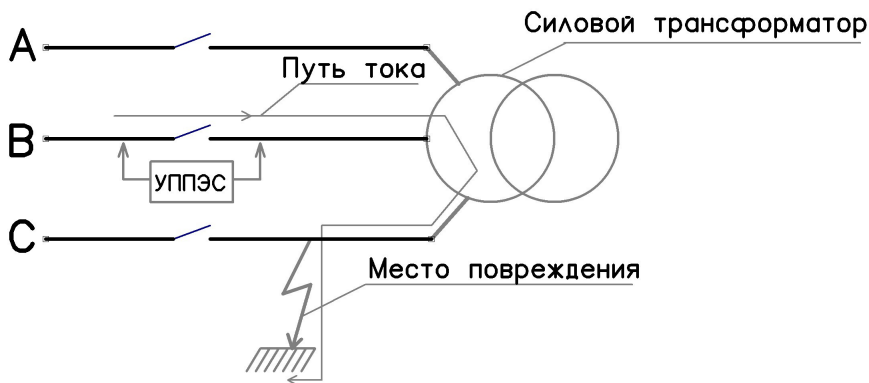

Рис.2 Путь тока при подключенных трансформаторах
- 6.2.6. Если на проверяемом участке линии отключены силовые трансформаторы и трансформаторы напряжения, то КЗ на землю одной из фаз будет отмечено показаниями индикатора согласно Приложению 2. При включенных трансформаторах показания индикатора на всех фазах окажутся близкими по значению, т.к. все три фазы имеют электрическую цепь через обмотки трансформаторов (Приложение 1, рис.2). Поэтому, для предотвращения ошибочных заключений о состоянии фазной изоляции, трансформаторы должны быть отключены.